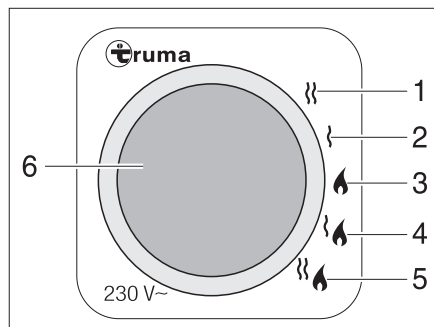

Fig. 190 Selettore di energia per riscaldamento/boiler
- Funzionamento a gas (Fig. 190,3)
- Funzionamento elettrico a 230 V con gradi di potenza da 900 W (Fig. 190,2) oppure 1800 W (Fig. 190,1)
- Funzionamento a gas e funzionamento elettrico a 230 V (funzionamento misto) con gradi di potenza da 900 W (Fig. 190,4) oppure 1800 W (Fig. 190,5)
La combinazione funzionamento a gas e funzionamento elettrico a 230 V diminuisce il tempo di riscaldamento (è possibile solo se il riscaldamento viene impostato sulla centralina di controllo (Fig. 190) su funzionamento invernale). Se viene selezionato il funzionamento elettrico a 230 V, la spia gialla di controllo si accende (Fig. 190,6).